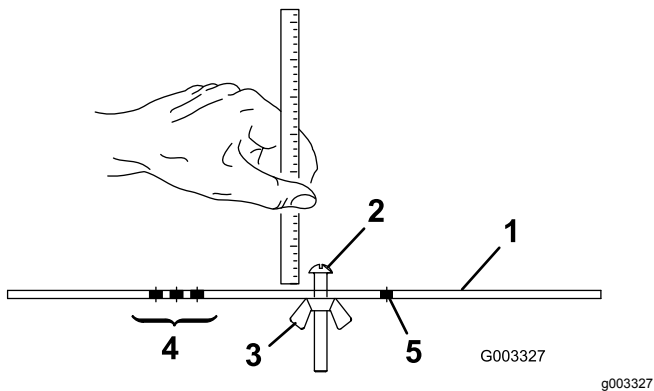

Figura 16
2. Desaperte a porca da barra indicadora (**Figura 16**) e regule o parafuso de ajuste para a altura de corte desejada.